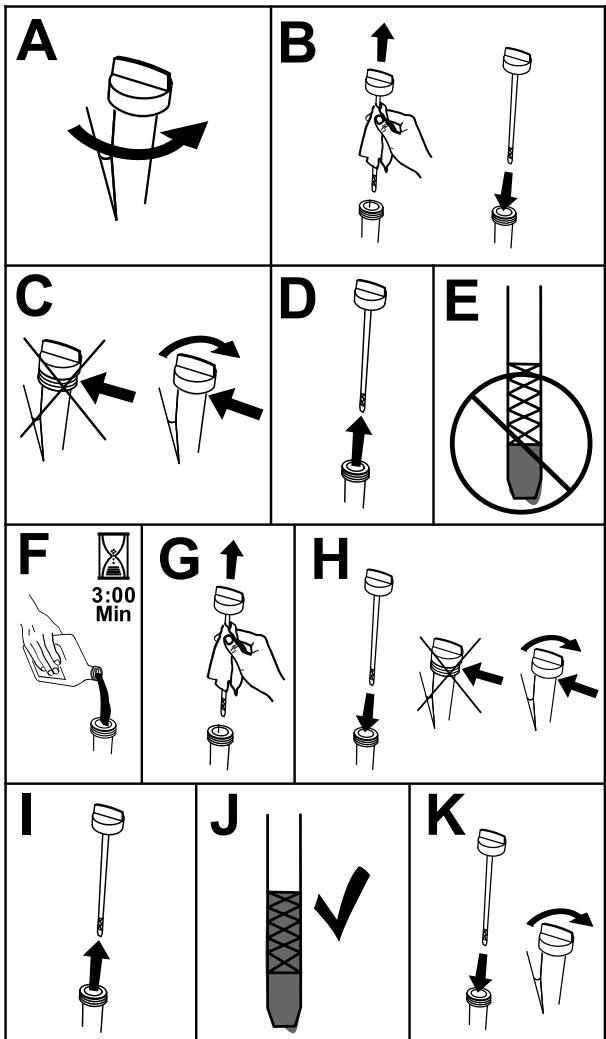

Figura 35
- Para que no entre suciedad, recortes de hierba, etc., en el motor, límpie la zona alrededor del tapón de llenado/varilla de aceite antes de retirarlo (Figura 35).